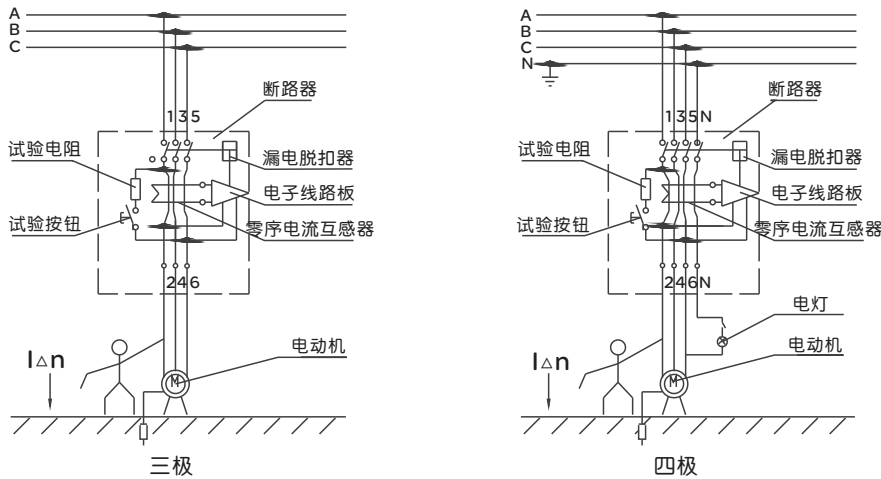

图1 工作原理
- ☐ 当被保护电路中有漏电或触电时, 零序电流互感器有一个信号输出, 当该信号输出达到一定值时, 就触发可控硅导通使漏电脱扣器动作, 从而带动牵引杆使操作机构在很短的时间内断开, 切断电源, 从而实现漏电保护功能。工作原理见图1